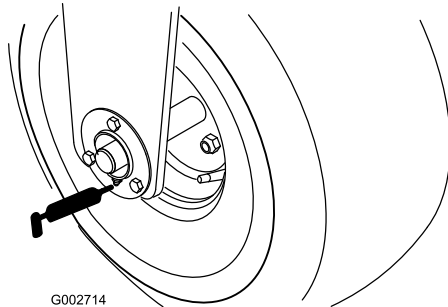

Figura 19
- cuscinetto ruota anteriore (1) (Figura 19)